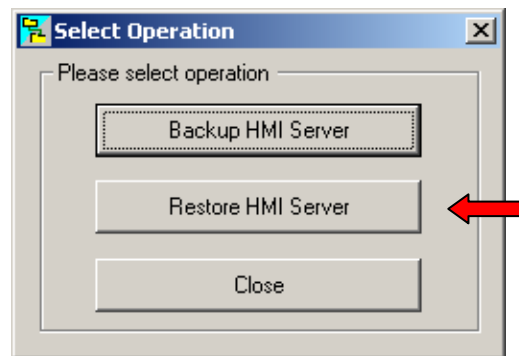

Figura 25. Pantalla principal para seleccionar operación
- Dirijase a la ruta C:\BackupsHMI\HMIRestoreutility, y haga doble click en la aplicación HMIBackupRestore.exe. Se mostrará la ventana principal de la aplicación, como se muestra en la Figura 25.